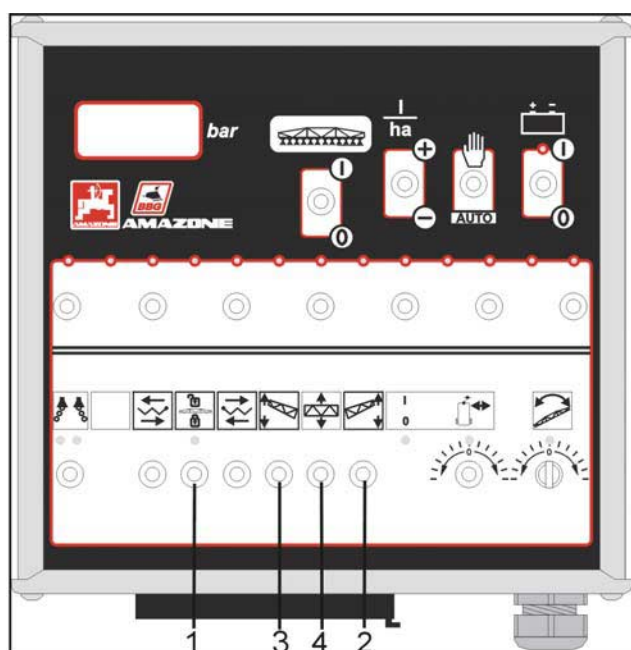

Fig. 8.29
- Hertil skal tasten (fig. 8.29/ 2) holdes i position "udklapning", indtil de enkelte bomsektioner er foldet helt fra hinanden. De enkelte cylindre låses, og bommen er i arbejdsstilling.
- Hertil holdes tasten (fig. 8.29/3) i position "udklapning", indtil de enkelte bomsektioner er foldet helt fra hinanden. De enkelte cylindre låses, og bommen er i arbejdsstilling.
- **Svingningsudligningen låses op fra transportstilling ved at trykkes på tasten (fig. 8.29/1).**
- Indstilling af bommens sprøjtehøjde foretages over tasten (fig. 8.29/4) til den hydrauliske højdeindstilling.
- Tasten (fig. 8.29/4) aktiveres, derved bliver bommen løftet op i midterposition.